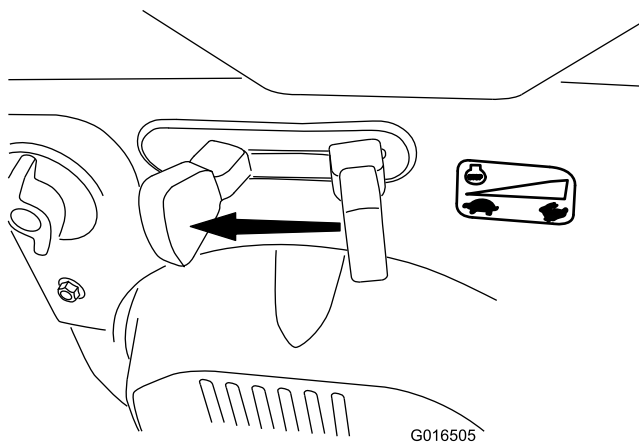

Рисунок 26
1. Для остановки двигателя переведите дроссельную заслонку в положение SLOW (Медленно), а затем в положение STOP (Останов) (Рисунок 26). Двигатель также можно остановить, переместив ключ зажигания наружу, в среднее положение.